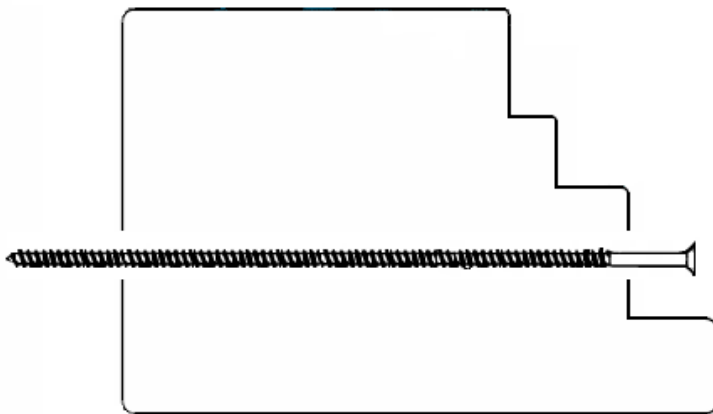

FIG 1
- Fäst karmens sidostycken genom att dra en skruv igenom klossarna. Observera att hålen bör förborras innan karmen skruvas. Om detta inte görs finns risk för sprickbildning. För vikpart: utgå ifrån att skruv placeras i karmens sidostycke, i dess bredaste plana yta enligt FIG 1. För Skjutparti: utgå ifrån att skruven placeras centralt i karmens sidostycke enligt FIG 2.